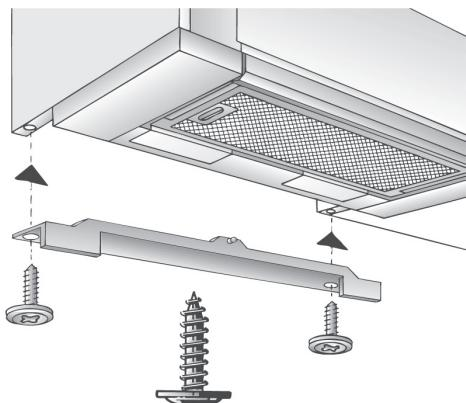

Рис. 14
1. По прилагаемому шаблону III наметьте на ручке шилом две точки для отверстий (рис. 14).